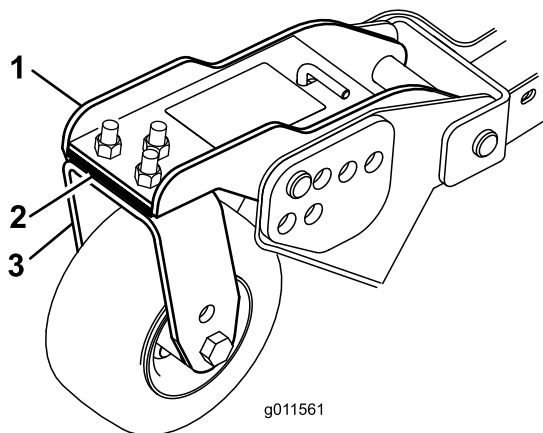

Figura 124
1. Retire los tornillos de caperuza y las tuercas que fijan el brazo de las ruedas giratorias a la horquilla de la rueda (Figura 124).